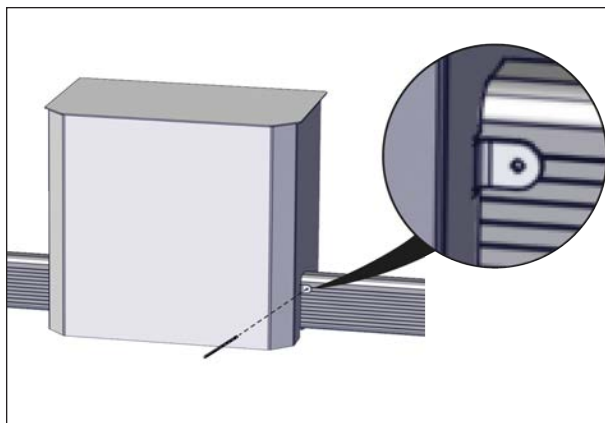

FIGURE 90: PERCER UN TROU À TRAVERS LA LANGUETTE
7. Lorsque la boîte de commande est en place sur le profilé en U, utiliser le foret de diamètre 5/32 po fourni pour percer un trou à travers la languette (située sur le boîtier de la boîte de commande) et dans le profilé en U, puis insérer une vis tranchante à tête hexagonale 8-32 x 3/8 po, voir Figure 90.